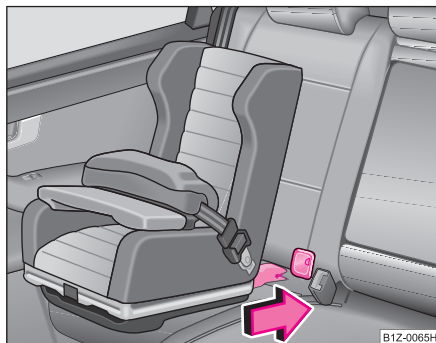

Fig. 149 Scaunul cu sistem ISOFIX se montează în dispozitivele de prindere existente.
- Împingeți brațele de fixare ale scaunului pentru copii prin elementele de prindere montate, în inele, până când se aude zgomotul specific de blocare ♥ fig. 149.